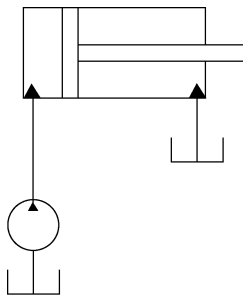

图 1-3-3
1. 如图 1-3-3 所示液压传动, 活塞面积为  $0.05\text{m}^2$ , 活塞速度为  $v=0.02\text{m/s}$ , 克服的负载为  $F=10\text{kN}$ ,  $K_{\text{压}}=1.3$ ,  $K_{\text{漏}}=1.1$ 。求: